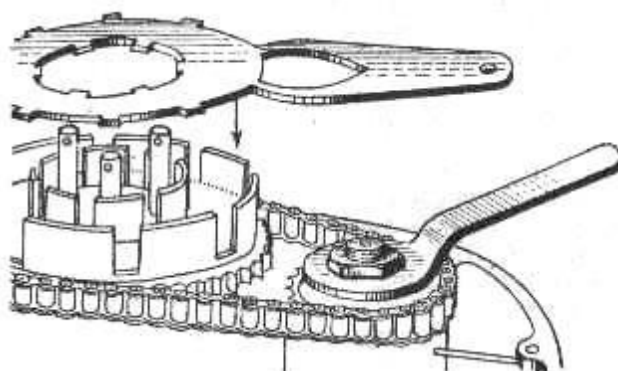

Рис. 83 Фиксация звездочки коленчатого вала и барабанов сцепления
3. Зафиксировать звездочку, вставив в барабаны сцепления фиксатор (рис. 83) или вставив деревянный брусок между моторной цепью и звездочкой так, чтобы при отворачивании гайки с коленчатого вала брусок заклинился между цепью и звездочкой, и отвинтить гайку.
5. Вставить в барабан фиксатор (см. рис. 83) и торцовым ключом 19 мм отвинтить гайку сцепления.
Снятие звездочки вторичного вала коробки передач удобнее всего производить до разборки картера после извлечения дисков сцепления из барабана. Механизм выключения сцепления должен быть снят. В этом случае фиксация звездочки вторичного вала осуществляется фиксатором (см. рис. 83), вставленным в барабаны сцепления при включенной прямой (четвертой) передаче. Зафиксировав звездочку, нужно разогнуть лепестки стопорной шайбы под гайкой звездочки и торцовым ключом 36 мм отвернуть гайку, после чего снять шайбу, резиновый сальник и звездочку со шлицев вторичного вала. У моделей более поздних выпусков резинового сальника под шайбой нет.